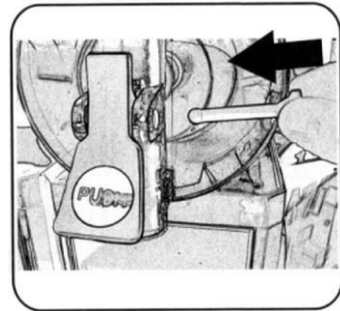

Fig. 42
6. Insira o pino de fixação da alça conforme mostrado na Fig. 42.